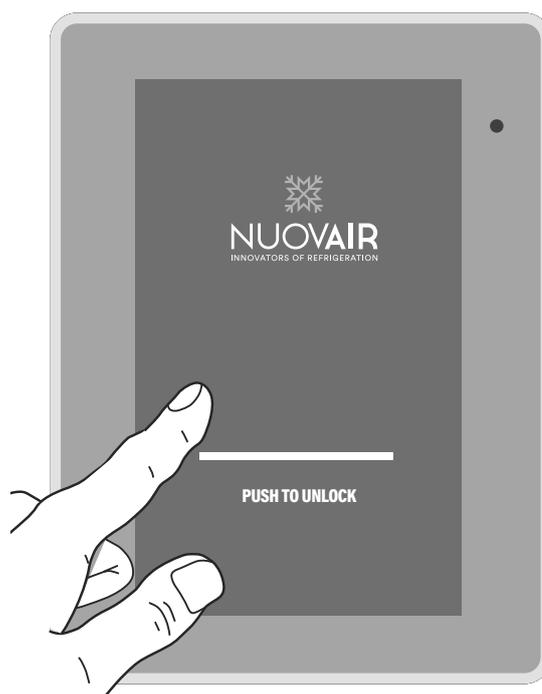

Abbildung 4
- 11 - Taster "Bildschirm Sperre", bei Druck wird auf dem Display die Bildschirmseite aus Abb. 4 angezeigt
Bildschirm sperren-Bildschirmseite (Abb. 4).